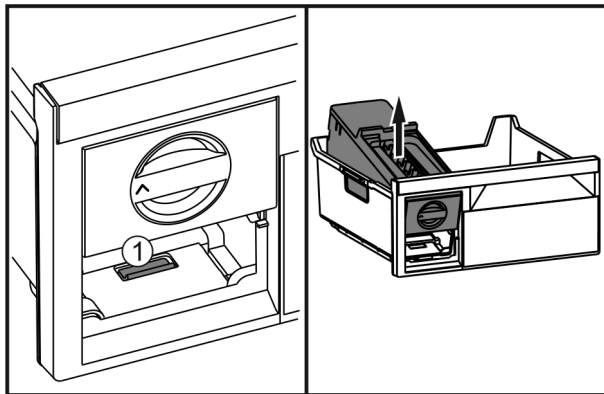

Fig. 30
- ▶ Appuyer sur la languette Fig. 30 (1), soulever l'EasyTwist-Ice depuis l'arrière et le faire sortir du tiroir de congélation.